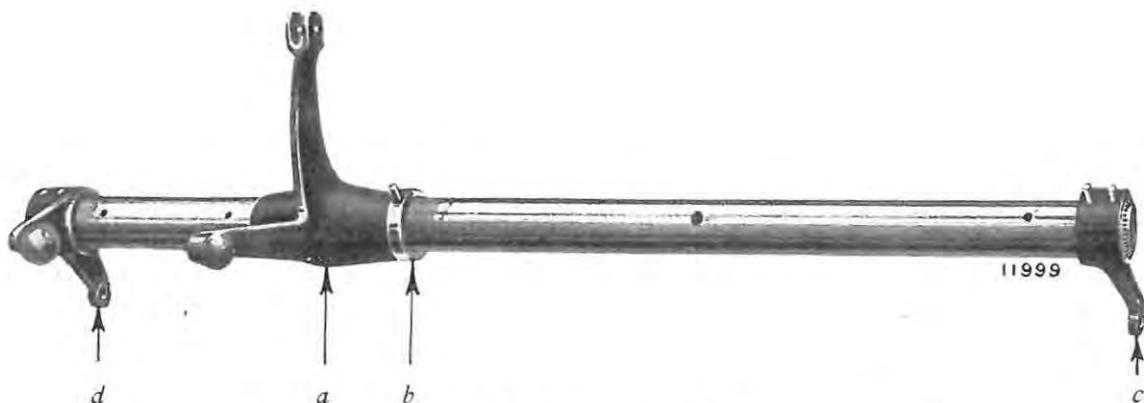

Fig. 49. — Le tube de commande de frein avant.
2. Remonter le tube de commande de frein avant (Fig. 49).